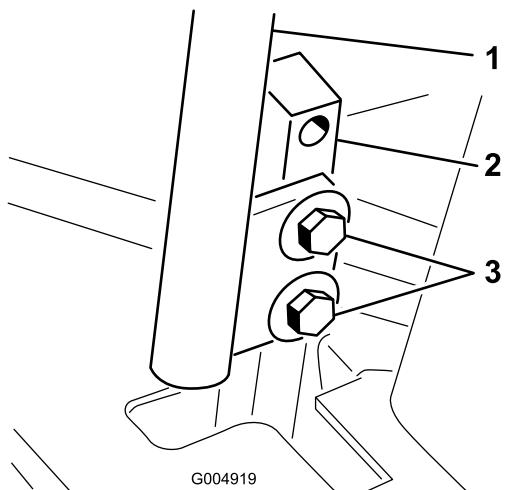

Bild 61
3. Lösen Sie die Schrauben, mit denen die Fahrantriebshebel befestigt sind (Bild 61).